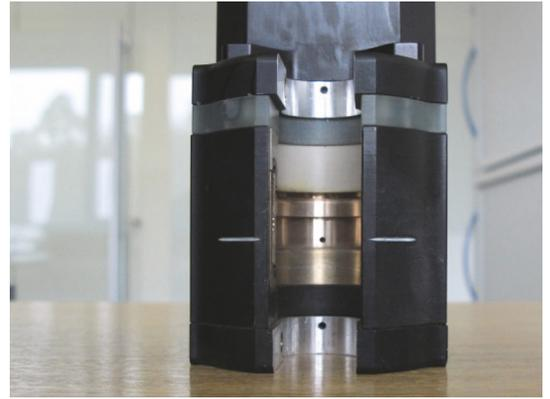
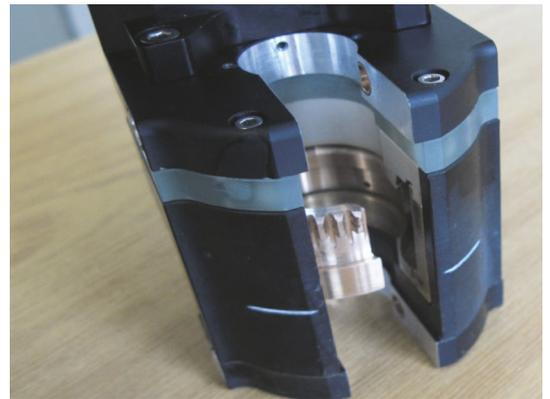

Fig. 7 Vertikale Ausrichtung des Schweißkopfes
Fig. 8 Startposition für die Reinigung der Strom-/Kühlkontaktfläche
8. Den Schweißkopf in vertikaler Richtung ausrichten (Abb.7). Das Getrieberad (Rotor) wie abgebildet (Abb. 8) in Position bringen.